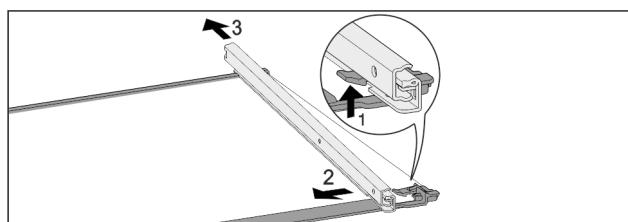

Fig. 139 Steklena plošča z vodili
- Sprednji zaskočni kaveljček potisnite navzgor. Fig. 139 (1)
- Izvlečno vodilo potisnite Fig. 139 (2) na stran Fig. 139 (3) in nazaj.